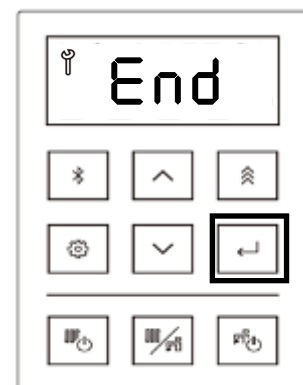

Figure 149
13. Appuyer sur la touche de sélection, l'écran affiche « End » (Figure 149).